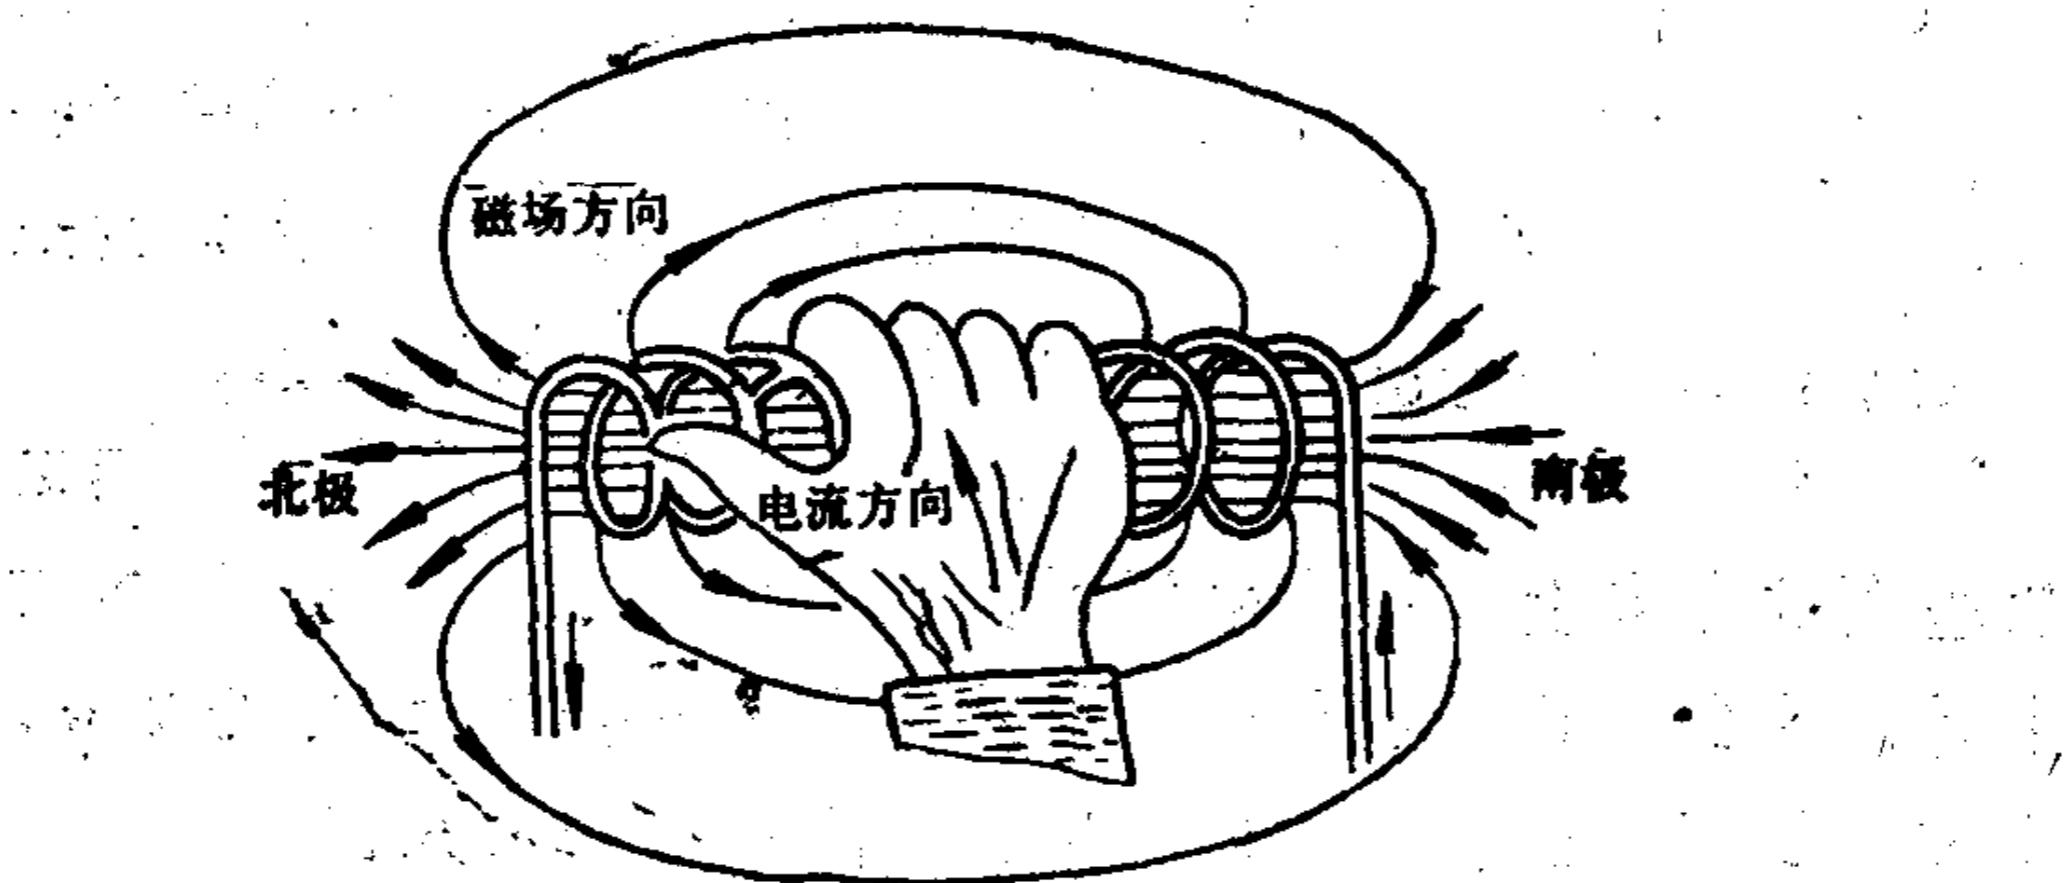

图 1-4 载流线圈的磁场
(2) 电流的磁场 电流的周围空间里也存在着磁场。若把导线绕制成一个线圈(螺管线圈),并通以电流,则实验证明,在载流线圈周围空间里存在着磁场,如图 1-4 所示。这种载流线圈产生的磁场强弱与流过线圈中的电流大小成正比,它的方向可用右手螺旋定则来确定(用右手握螺管线圈,四指指向电流方向,伸直的大姆指所指的方向就是线圈内部磁力线的方向)。